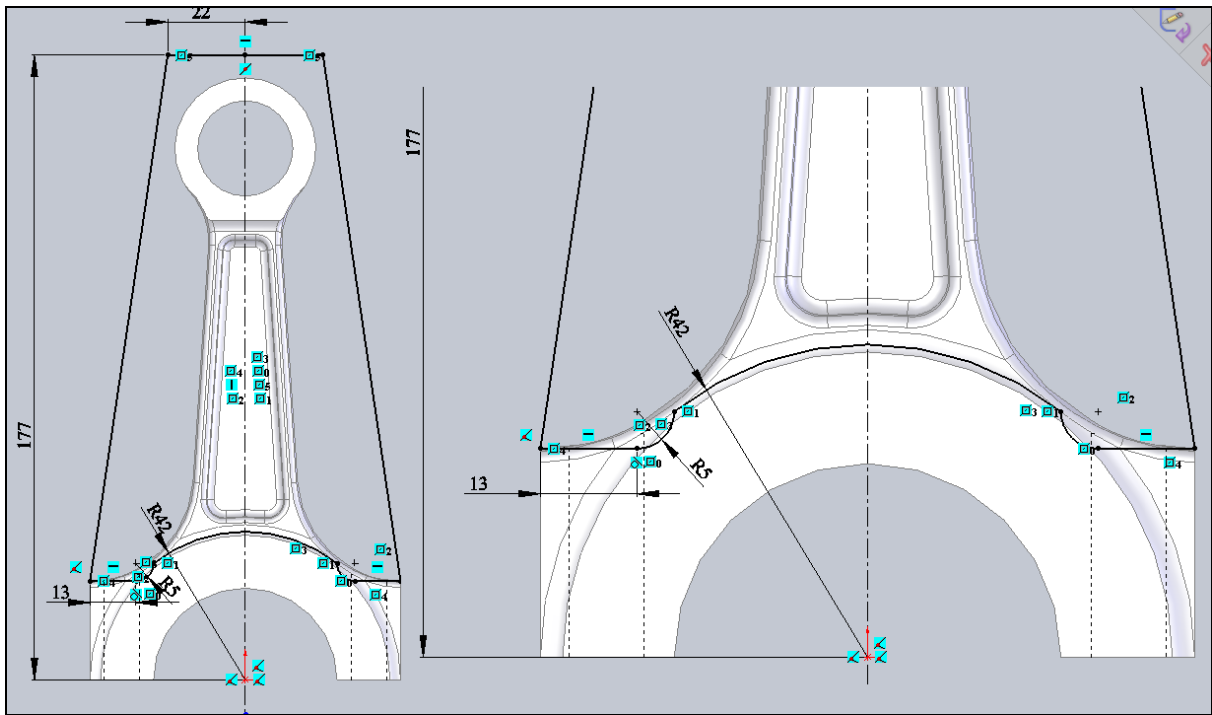

Рис. 2.46. Эскиз для отсечения части шатуна
3. Теперь можно приступить к редактированию шатуна с целью его преобразования в крышку. Для этого на плоскости **Спереди** откройте новую плоскость для построений и нарисуйте эскиз, показанный на рис. 2.46.